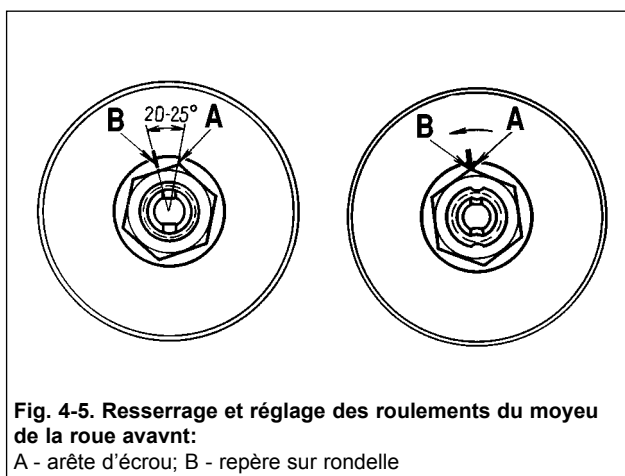

Fig. 4-5. Resserrage et réglage des roulements du moyeu de la roue avant: A - arête d'écrou; B - repère sur rondelle
- faire le repère **B** (fig. 4-5) sur la rondelle, ensuite débloquer l'écrou à 20 ou 25° jusqu'à la coïncidence du bord droit **A** avec le repère;